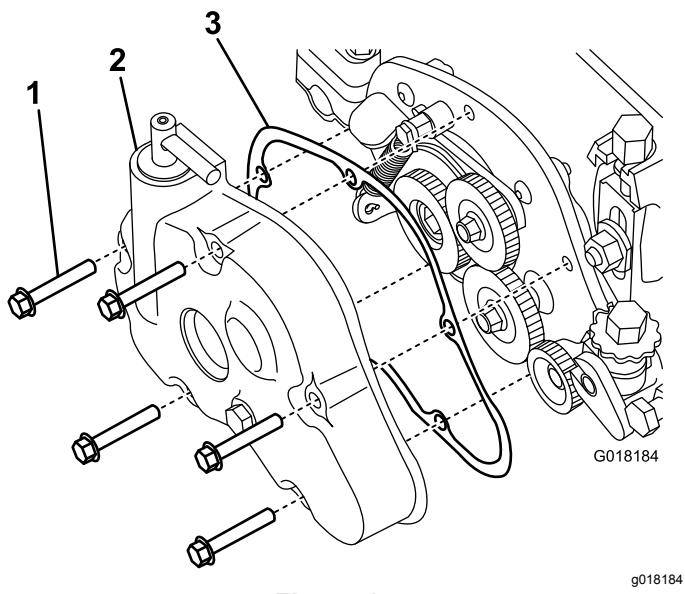

Figura 15
13. Riempiti il coperchio della scatola ingranaggi con circa 0,15 litri di Mobil XHP-221 o equivalente e montalo sul gruppo alloggiamento groomer con la guarnizione in mezzo, utilizzando 5 bulloni (Figura 15).